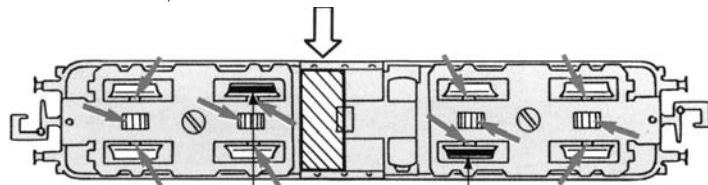

Fig. 1
- Mit einem kleinen Schraubendreher **Drehgestellrahmen** abschrauben. **Fig. 1**